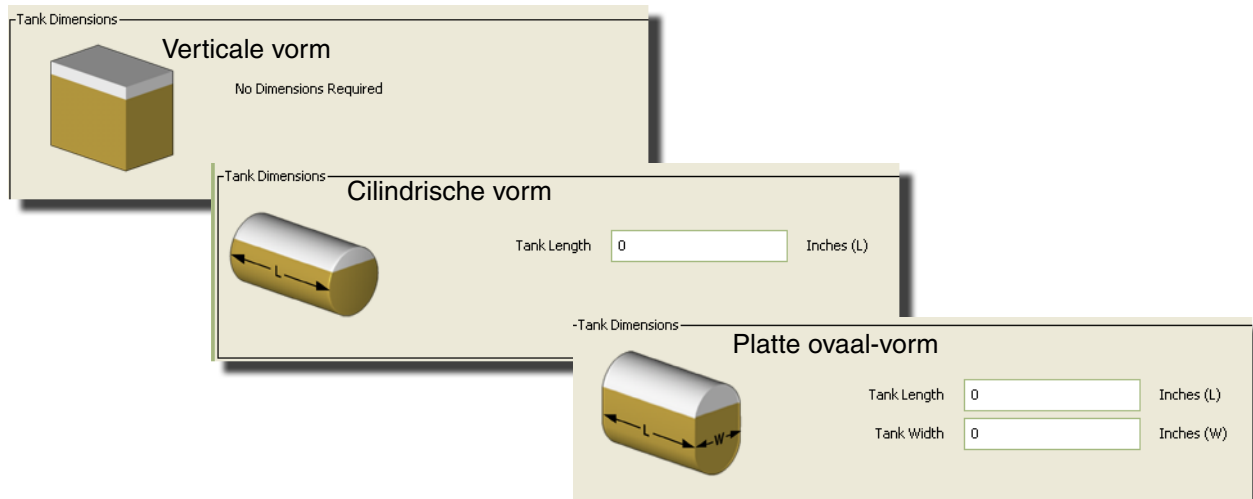

FIG. 102
- **Tankvorm:** selecteer verticaal (standaard), cilinder of plat ovaal. Er zijn extra afmetinggegevens vereist voor cilinder- en platte ovaalvormige tanks (zie FIG. 102).